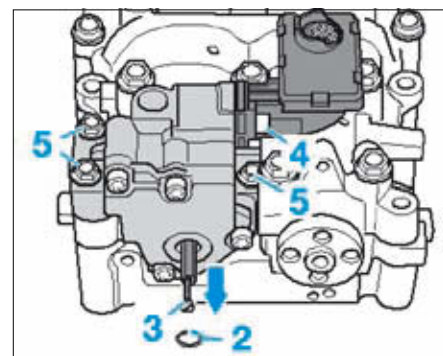

FIG. 13
- Déposer le circlip (2) (Fig.13).
- Visser une vis (3) dans l'axe d'entraînement de la pompe à huile.
- les vis (5),